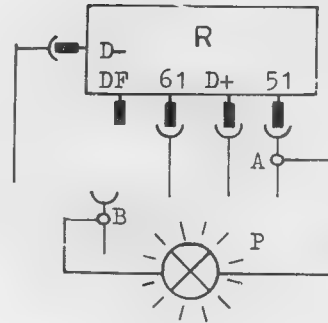

Bild 58
- Kabel DF am Regler abziehen und mit B verbinden (siehe Bild 58).